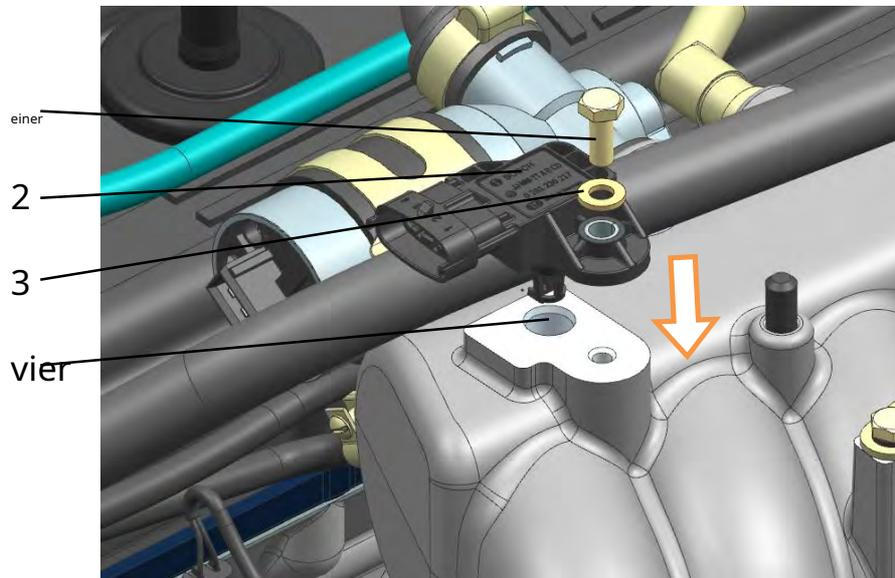

Abb. 221. Druck- und Temperatursensor einbauen:
**achtzehn.** O-Ring des Druck- und Temperatursensors schmieren 2 (Abb. 221) mit sauberem Motoröl. Installieren Sie einen Druck- und Temperatursensor in der Aufnahmebohrung 4 und befestigen Sie ihn mit Schraube 1 mit Unterlegscheibe 3, indem Sie zuerst ein anaeroberes Dichtmittel „Fixator-6“ oder ähnliches („Stopper-6“, „Technogerm-5“, „Hermikon- 2K“).